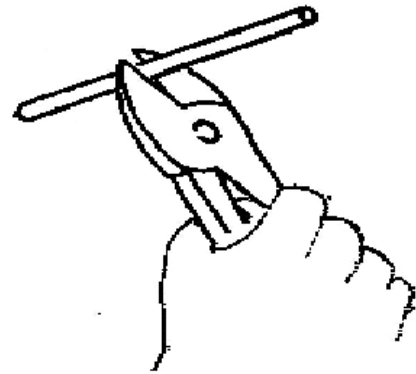

Fig. 2
- Coloque o alicate perpendicularmente ao condutor de corte (Fig.2).